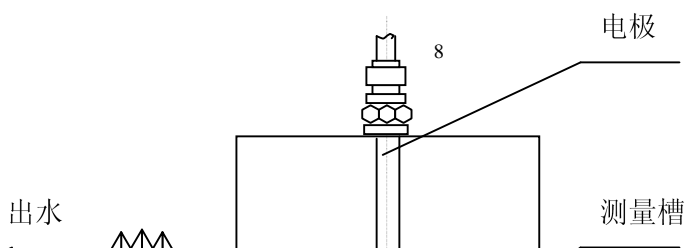
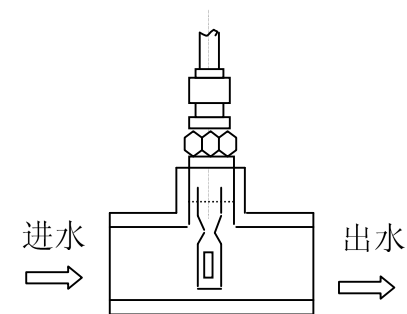

图 2 测量槽示意图
图 3 三通测量池
- (1) 先用纯水清洗电极。
- (2) 应在流动状态下测量，确保封闭状态。为此，用管道将电导池直接与纯水设备连接，防止空气中 CO_2 等气体溶入水中而使电导率迅速增大。
- (3) 流速不宜太高，以防产生湍流。测量中可逐增流速至使指示值不随流速增大而增大。
- (4) 避免将电导池装在循环不良的死角。
- (5) 用户可采用如图 2 所示的测量槽，将电极装入槽中，槽上方接出水管，下方接进水管（聚乙烯管），管道中应无气泡。也可将电极装在不锈钢三通中（G3/4" 管），先将电极套入密封橡皮圈，装入三通管后用螺帽固紧，见图 3。